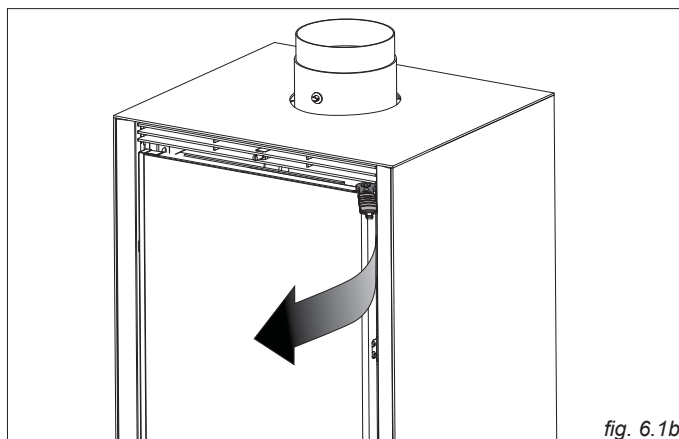

fig. 6.1b
- **IKI UP:** inserire la chiave in dotazione nel gancio di apertura superiore (fig. 6.1b), e tirare verso di se. Attenzione! Superata la metà dell'apertura un sistema automatico tenderà a lasciare la porta aperta.